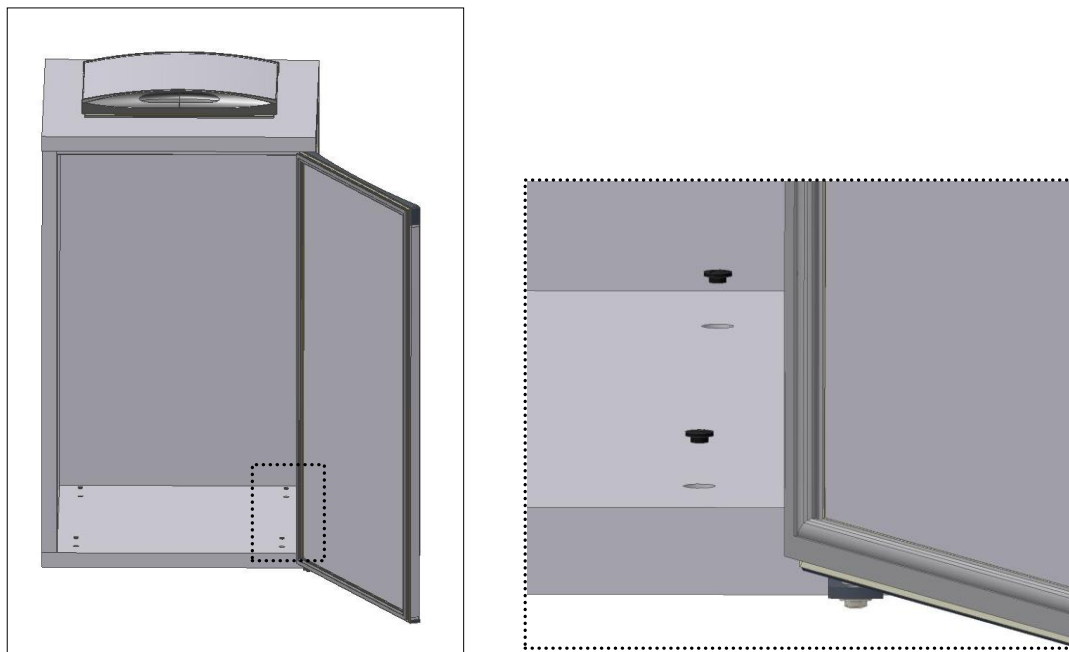

Fig. 12
- Collocare i **cappucci** nel fondo (Fig. 12);